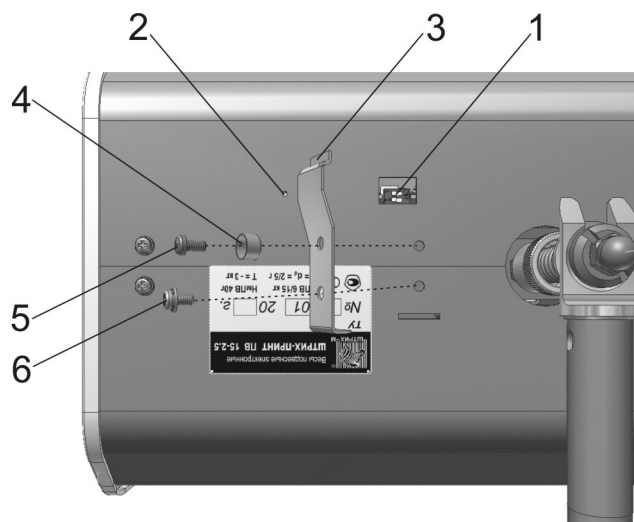

Рисунок 36. Вид снизу
Для того, чтобы процедура градуировки была доступной, необходимо установить градуировочный переключатель в положение ON (см. рисунок 36). Если при попытке начать градуировку выводится сообщение "Градуировка невозможна" - проверьте положение градуировочного переключателя. В случае, если в процессе градуировки возникают ошибки, процесс градуировки прерывается и выводится сообщение "Градуировка не выполнена", а также может быть выведен код ошибки, возвращенный блоком датчика. Сообщите полученный код ошибки в техническую поддержку.
2. Удалить пломбу, отвернуть винт под пломбой **5** и винт **6**, снять пломбировочную чашку **4**, скобу **3**, перевести градуировочный переключатель **1** в положение ON (см. рисунок 36). **2** - лампочка состояния весового модуля.
15. Перевести градуировочный переключатель (см. рисунок 36) в состояние, противоположное ON;